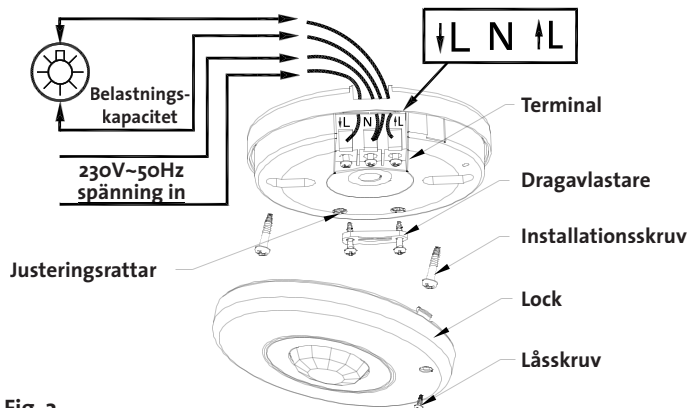

Fig. 2
5. Anslut kabel till terminalen och förankra kabel i dragavlastare (se Fig.2).